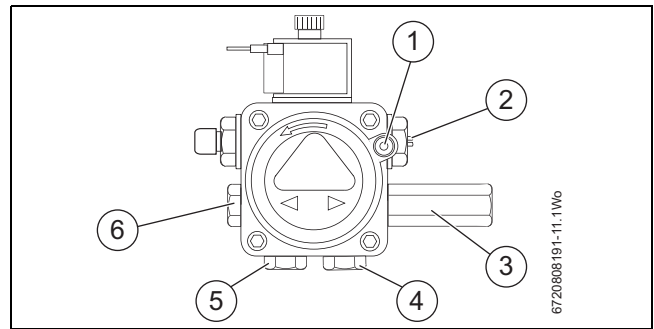
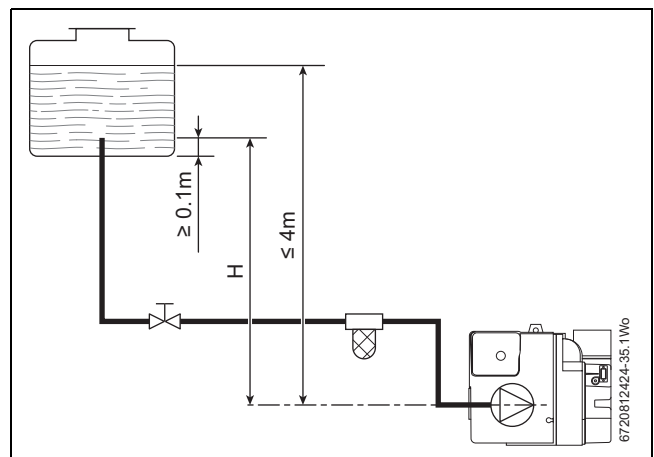

Fig. 6
Fig. 7 Sistema por gravedad de una sola tubería
- ▶ En el sistema que muestra la fig. 7, aflojar la conexión del vacuómetro [1] fig. 6 y esperar a que fluya el combustible.
Tab. 3 Véase fig. 7